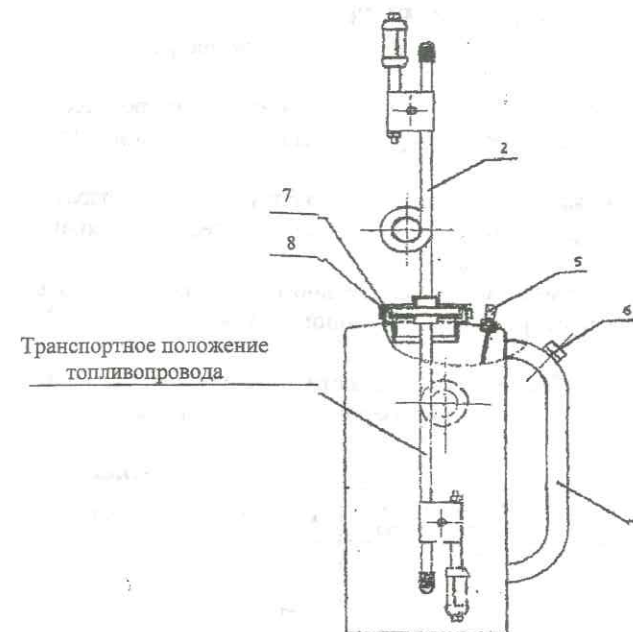

Рис. 1
3.1. Аппарат (Рис. 1) состоит из баллона (3) с горловиной для заливки рабочей смеси бензин-масло. и топливопровода (2), соединенных между собой крышкой (7). Герметичность соединения обеспечивается прокладкой (8), расположенной в горловине баллона. Штуцер (5) обеспечивает поступление воздуха в баллон. Баллон имеет ручку (1) для переноски аппарата. На ручке на штуцер навинчена гайка-заглушка (6) для сборки аппарата при транспортировке.
- отвинтить крышку (Рис. 1, поз. 7);
- вынуть из баллона топливопровод (Рис. 1 поз. 2);
- завинтить ее на штуцер (Рис. 1, поз. 6), расположенный на ручке баллона (Рис. 1 поз. 1) во избежание потери;
- вывинтить штуцер (Рис.1 поз.5) на 3 полных оборота резьбы.